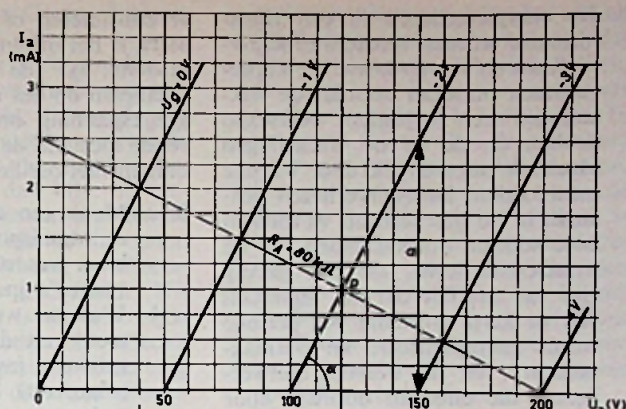

Fig. 5
Dit is een lijn onder een helling $1 \text{ mA}/80 \text{ V}$ (zie fig. 5). Deze lijn snijdt de karakteristiek voor $V_G = -2$ V in het punt P, waaruit we zien dat de anodestroom 1 mA en de anodespanning 120 V zal bedragen.
b. Uit de karakteristieken kunnen we de steilheid en de inwendige weerstand van de buis aflezen. De steilheid is de anodestroomverandering per volt rooster-spanningsverandering bij een constante waarde van U_a . In ons geval is dus $s = a/1V = 2,5$ mA/V (zie fig. 5). De inwendige weerstand is $R_i = \cotan \alpha = 50$ V/2,5 mA = 20.000 Ω .
c. Zoals uit fig. 5 blijkt is de maximaal toelaatbare topwaarde van de roosterwisselspanning 2 V. Hierbij varieert de anodespanning van 200 tot 40 V.